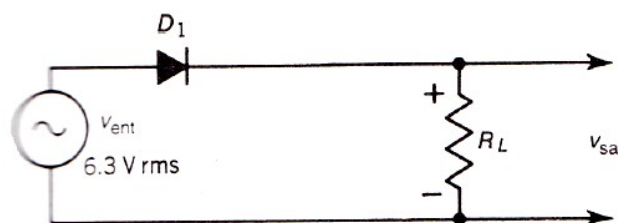

Figura 4.
Considere el circuito de la Figura 4, al cual se aplica un voltaje senoidal de $6.3V_{rms}$ ($18V_{pp}$) a un diodo D_1 conectado en serie y al resistor de carga R_L . El voltaje de entrada v_{ent} es un voltaje en ca que cambia de polaridad cada $1/120$ s. Durante el semiciclo positivo el ánodo es positivo respecto al cátodo y la corriente fluye. Durante el semiciclo negativo no hay corriente ya que el ánodo es negativo respecto al cátodo.
- Construya el circuito mostrado en la Figura 4 utilizando el diodo rectificador y la resistencia de $1k\Omega$. Ajuste la salida del generador de funciones de manera que su voltaje sea una onda senoidal de $6V_p$ a una frecuencia de $100Hz$.